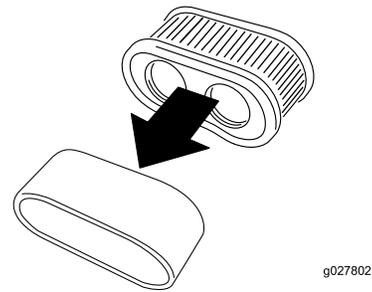

Figura 34
5. Retire o elemento de esponja do elemento de papel (**Figura 34**).